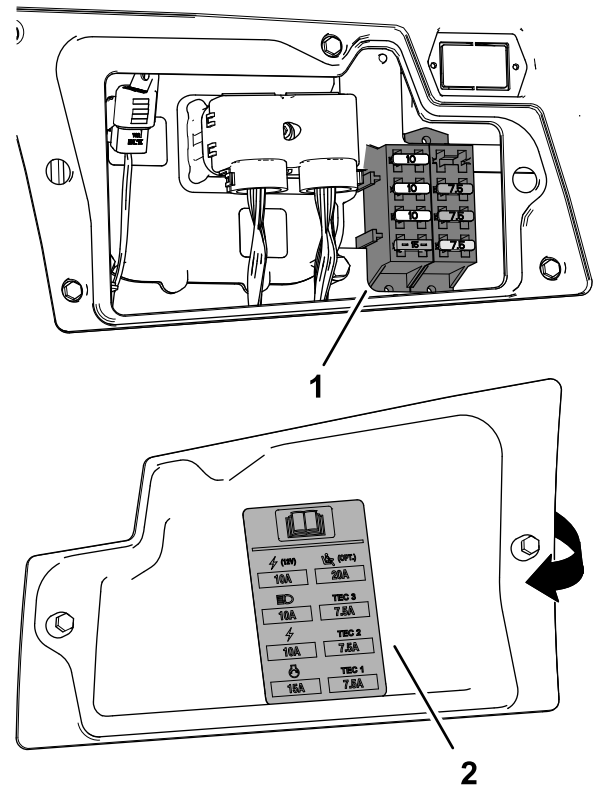

Figura 97
3. Cambie el fusible fundido (Figura 97) por otro del mismo tipo y amperaje.